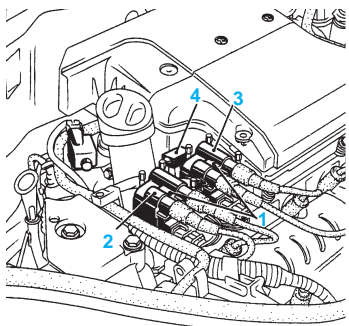

fig. Mot. 32
- d'un condensateur d'antiparasitage (4) (fig. Mot. 32)